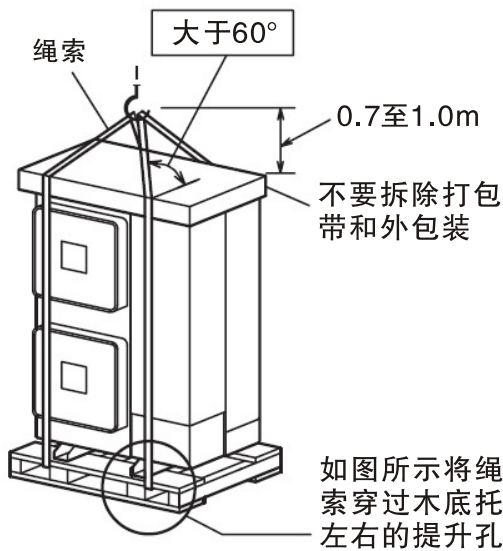

图3.1 吊装搬运室外机
- (1) 严禁拆除外包装。
- (2) 如图3.1所示，用两根绳索吊起带有包装的室外机。